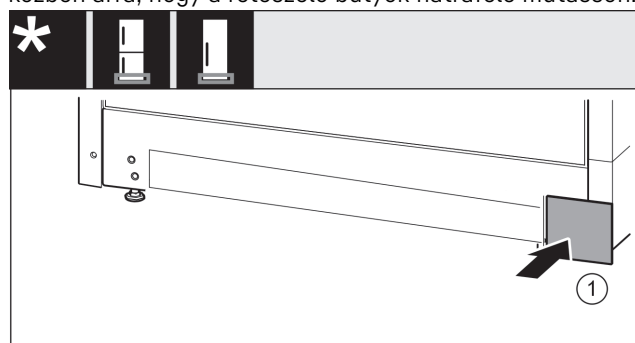

Fig. 17
- Tegye vissza a fedelet Fig. 17 (1) a másik oldalra.